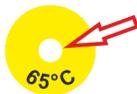

Abb. 25: Heller Temperaturindikator: die Temperatur ist in Ordnung
1. ► Temperaturindikator auf ordnungsgemäßen Zustand (Abb. 25) überprüfen.